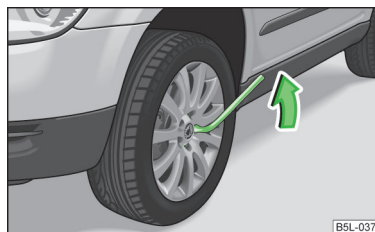

Fig. 169
- Afferrare l'estremità della chiave e ruotare la vite di circa **una** rotazione verso sinistra » fig. 169.